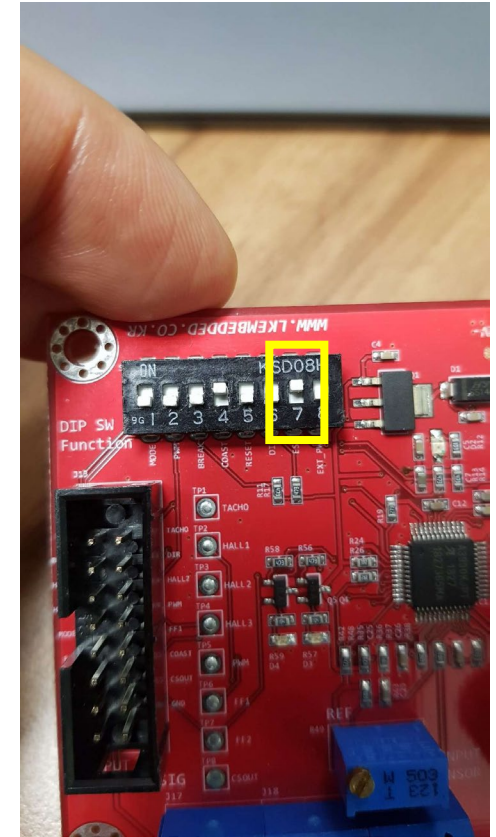

Figure 9-1. ESF DIP스위치
- 단, BLDC 모터 컨디션에 따라 예민하게 ESF 동작이 활성화 되어 BLDC 모터 동작을 정지시킨다면, Figure 9-1처럼 ESF 동작을 비활성화 후 BLDC모터를 구동 하도록 한다.